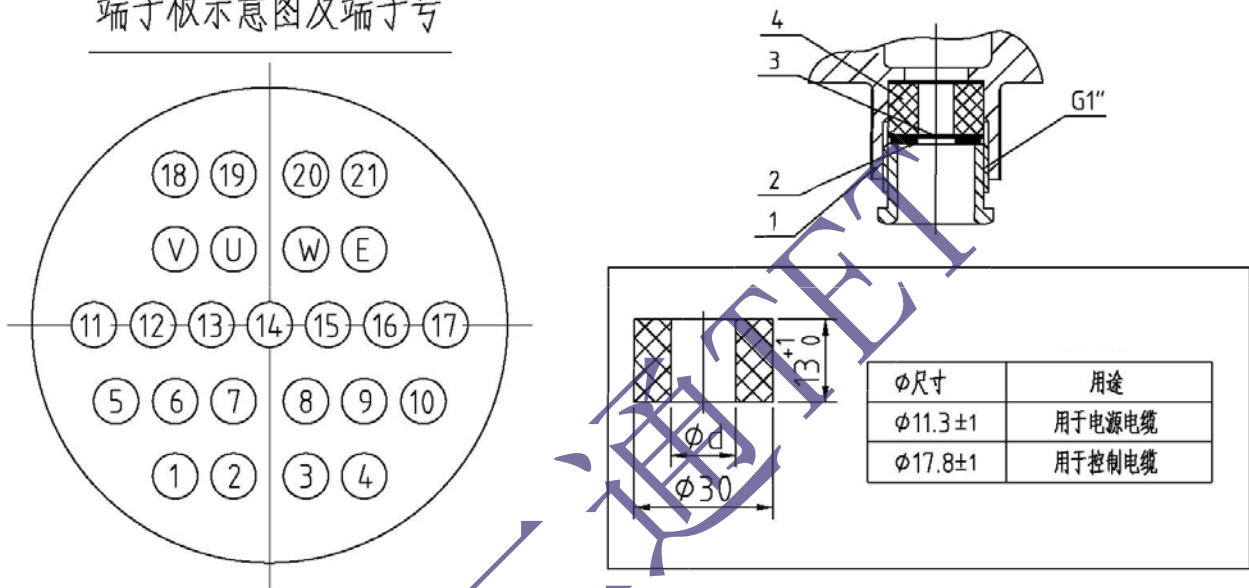

图 4
- 2.2.3. 将动力电缆和控制电缆分别穿入序号 1.2.4 之中，（序号 2 “密封胶塞” 按图 4 所示）。